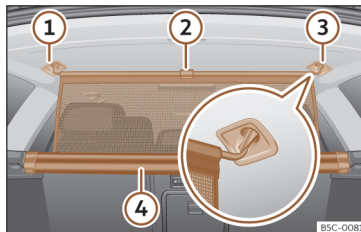

Fig. 181 Dans le coffre à bagages : accrocher le filet de séparation.
- Tirez la languette >>> **fig. 181** ② vers le haut pour sortir le filet du boîtier ④.
- Attachez le filet de séparation au côté droit ou gauche ③ (image élargie).
- Attachez le filet de séparation dans le logement de l'autre côté ① en tirant la tringle.